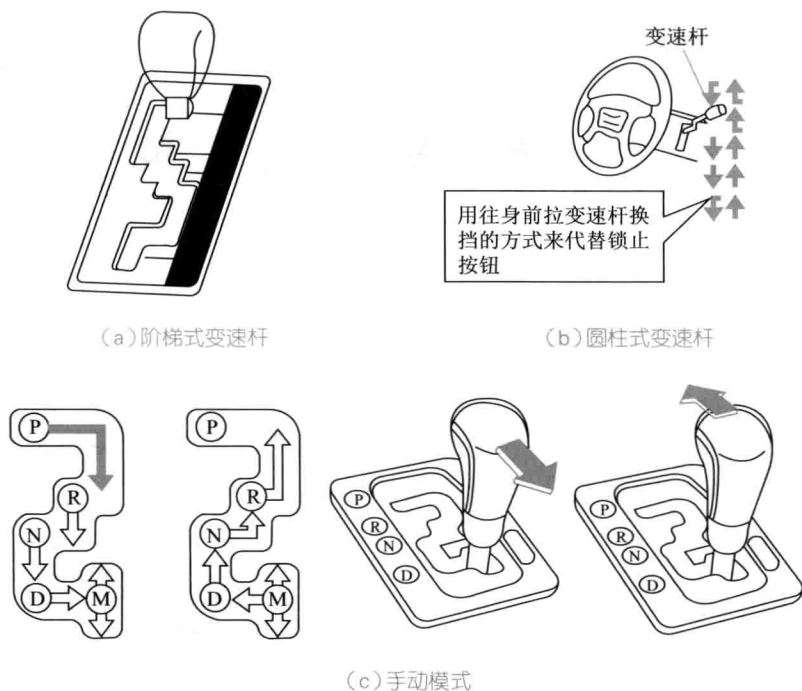

图1-8 自动变速杆的形式
(2) 自动变速杆。一般设有驻车挡(P位)、倒挡(R位)、空挡(N位)、正常行驶挡(D位)、2挡、低速挡(L位)、超速挡(O/D位)。变速杆球头上设有锁止按钮,一般变速杆安装在驾驶座右侧位置,自动变速杆的形式如图1-8所示。